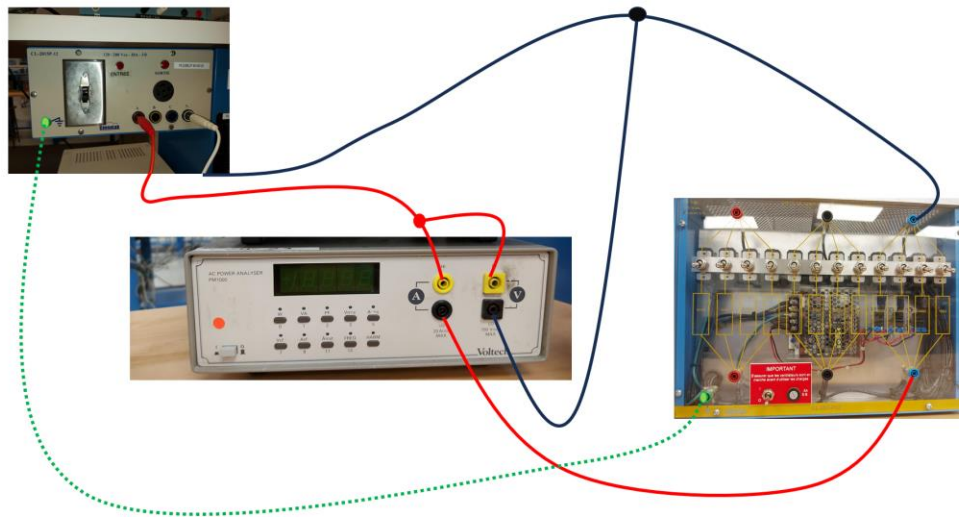

Figure 17. Schéma de montage du circuit purement résistif.
**Attention !!** : les petits points sur la figure traduisent la **jonction** entre deux fils. Par exemple la **borne négative du voltmètre** est connectée à la **borne N** de la source. Le schéma de montage pour le schéma de principe ci-dessus est montré sur la **Figure 17**.